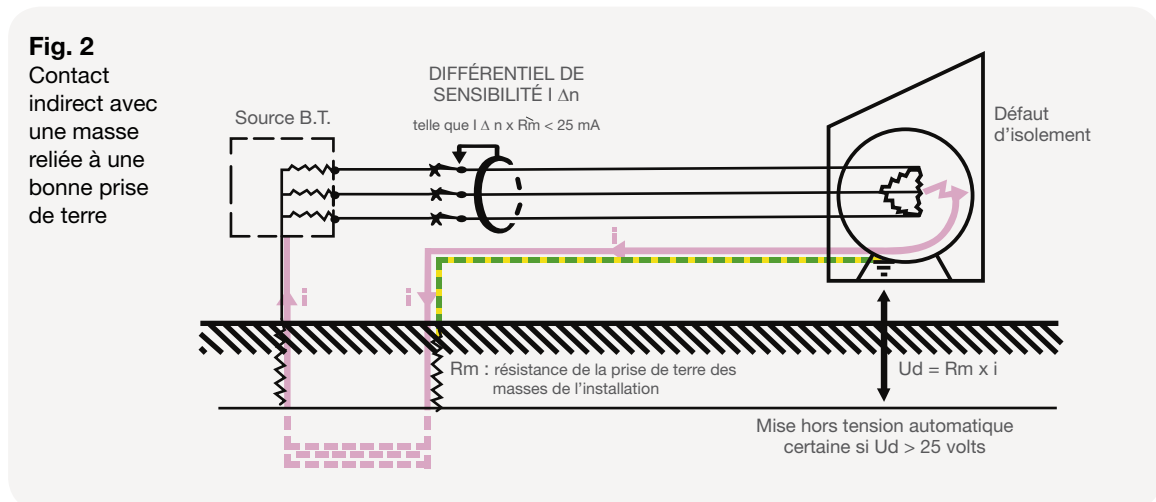

Fig. 3
■ Protection complémentaire contre les contacts directs unipolaires (Fig. 3) et contre les contacts indirects lorsque la masse n'est pas reliée à une prise de terre (Fig. 4)